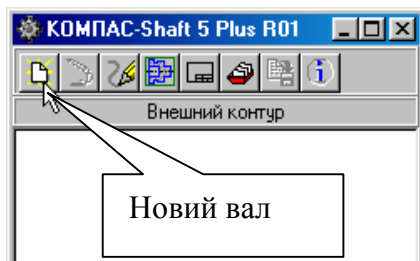
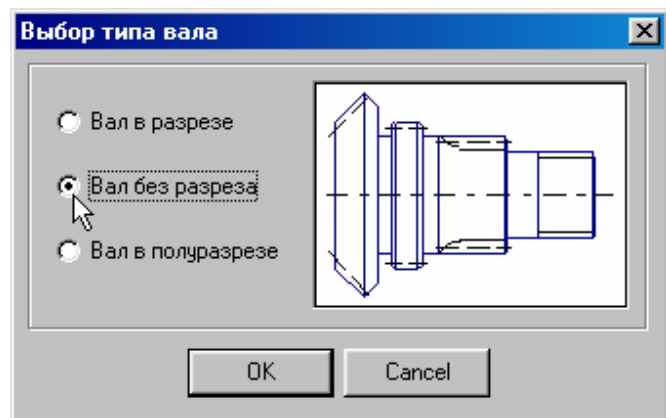

Рис. 63.
Рис. 64.
5. Активізуйте кнопку *Новий вал*, рис. 63. Виберіть у вікні *Вал без розрізу*, рис. 64.